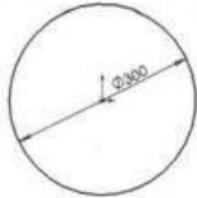

图 11-2 绘制草图
- (1) 启动 SolidWorks 2005，单击  (新建) 工具，弹出“新建 SolidWorks 文件”对话框，在模板中选择“零件”选项，单击“确定”按钮。单击菜单栏中的“文件”→“另存为”命令，弹出“另存为”对话框，在“文件名”文本框中输入“转接圆盘”，单击“保存”按钮。
- (2) 单击特征管理器设计树中的“前视基准面”，单击标准视图工具栏中的  (正视于) 工具，并单击  (草图绘制) 工具，进入草图的绘制模式。
- (3) 单击草图工具栏中的  (圆) 工具，绘制一个圆。单击  (智能尺寸) 工具，标注圆的直径尺寸为 300mm，如图 11-2 所示。